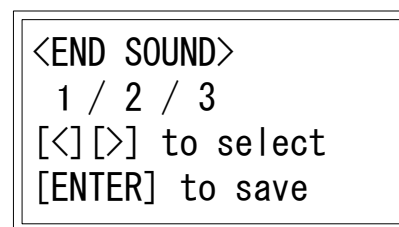

Figure 3-M : Écran de réglage de la tonalité de fin
- L'écran de réglage de la tonalité de fin s'affiche (Figure 3-M).